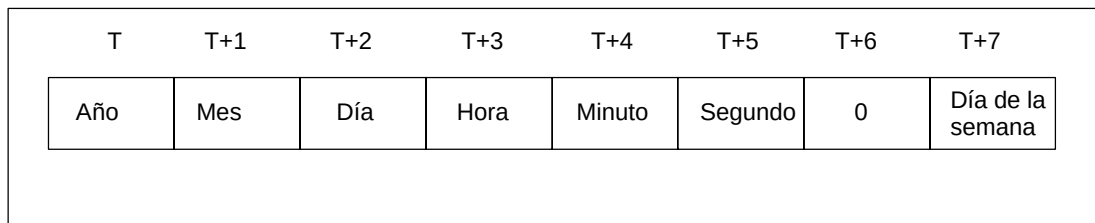

Figura 9-24 Formato del búfer de tiempo
La figura 9-24 muestra el formato del búfer de tiempo (T).